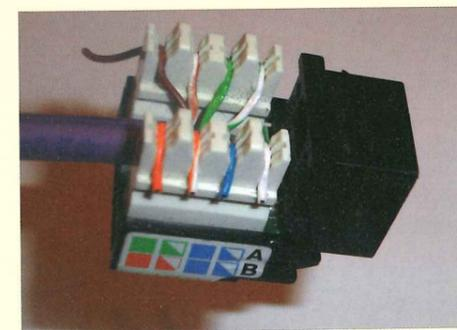

Figura 6.95. Conector.
6.20. La Figura 6.95 muestra la preparación de la conexión de un cable con su conector. Indica: